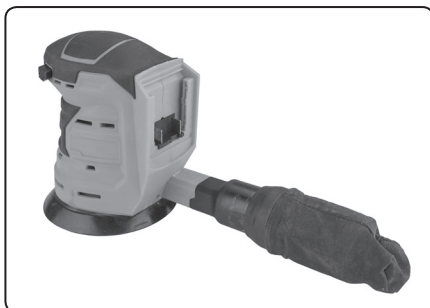
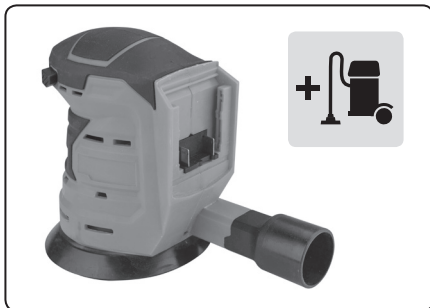

Abb. 3
Abb. 4
- Da das Einatmen vom Staub während der Verwendung der Schleifmaschine gesundheitsschädlich ist, verwenden Sie die Schleifmaschine immer mit installiertem Staubbeutel (Abb. 3) oder schließen Sie die Schleifmaschine an eine externe Staubabsaugung durch einen geeigneten industriellen Staubsauger gemäß (Abb. 4) mit ausreichender Staubfiltrationseffizienz. Im Falle einer externen Staubabsaugung verwenden Sie keine Haushaltstaubsauger.